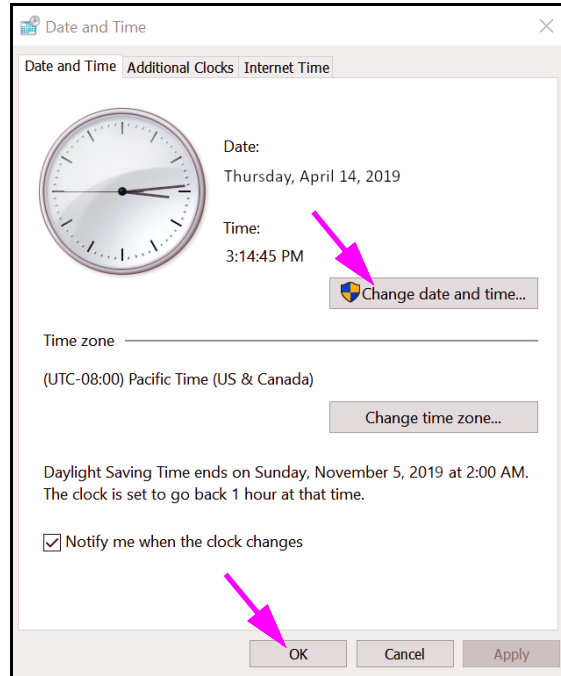

Figura 2-34. Caseta de dialog Proprietăți dată și oră
1. Faceți clic pe **Panou de control (Control Panel) > Dată și oră (Date and Time)**. Apare caseta de dialog **Dată și oră (Date and Time)**. Consultați Figura 2-34.
4. Faceți clic pe **OK** pentru a reveni la caseta de dialog Dată și oră (Date and Time). Consultați Figura 2-34.